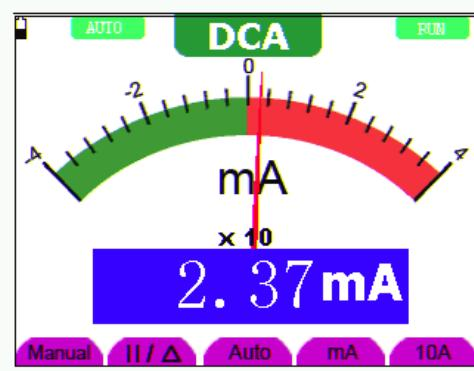

Рисунок 33.
3. Подсоедините красный и черный измерительные провода к обследуемой цепи, и на дисплее отобразится измеренное значение постоянного тока (см. рисунок 33).
- В режиме ручного выбора предела измерения предел измерения последовательно увеличивается по нажатию кнопки **F1**, а после достижения максимального значения по следующему нажатию **F1** перескакивает на минимальное. Для получения действительного результата измерения по аналоговой шкале умножьте показание аналоговой шкалы на указанный под ней множитель (см. рисунок 33).